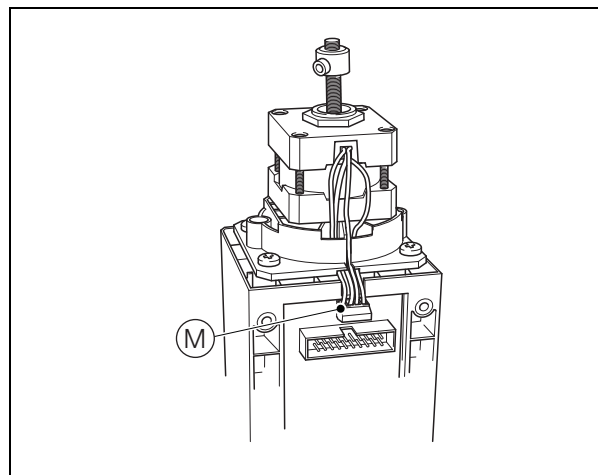
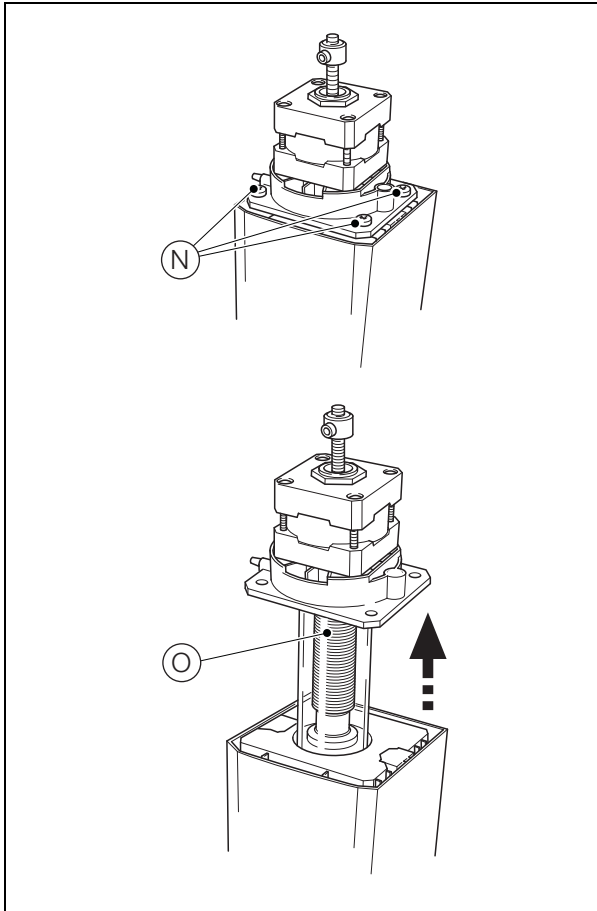

Abb. 13.13 Ausstecken des Motors
Abb. 13.14 Ausbauen von Motor und Probenrohr
- Ziehen Sie wie in Abb. 13.13 gezeigt den Motoranschlussstecker (M) ab.
7. Entfernen Sie wie in Abb. 13.14 gezeigt die vier Schrauben (N), und nehmen Sie den Motor und das Probenrohr (O) aus der unteren Hälfte der Messzelle heraus.
9. Setzen Sie wie in Abb. 13.14 gezeigt den Motor und das Probenrohr (O) wieder in das Unterteil der Messzelle ein. Achten Sie dabei darauf, dass der Motoranschlussstecker auf die Buchse ausgerichtet ist (siehe (M) in Abb. 13.13). Befestigen Sie die Motormontageplatte mit den vier Schrauben (N) am Unterteil der Messzelle.
10. Schließen Sie wie in Abb. 13.13 gezeigt den Motoranschlussstecker (M) wieder an.